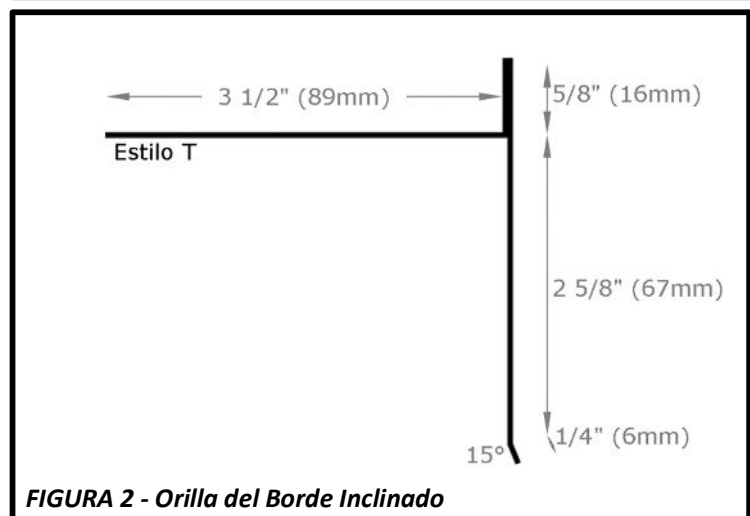

FIGURA 2 - Orilla del Borde Inclinado
- **ORILLA DEL BORDE INCLINADO** - Al instalar la contra gotera en la orilla del borde inclinado, se recomienda el uso de un **metal Estilo "T"** modificado como es visto en la **Figura 2**. Esto cubre el lado cortado de las tejas cortadas para dejar una vista más fina. Todo el contrapiso debe instalarse debajo del metal de la contra gotera y las tejas deben alienarse al ras con la contra gotera con el alero de **metal estilo "T"**.